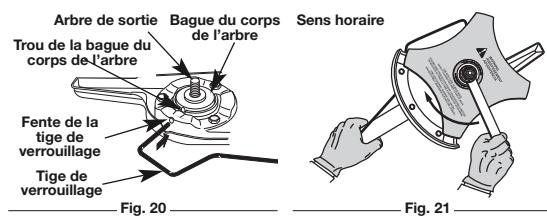

Fig. 20
- Alignez le trou de la bague du corps de l'arbre avec l'encoche de la tige de verrouillage et insérez la tige de verrouillage dans le trou de la bague (Fig. 20).